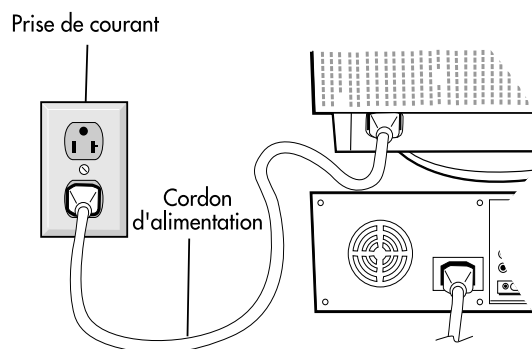

Figure C.1
5. Connecter une extrémité du cordon d'alimentation au moniteur DiamondPoint et l'autre extrémité à la prise de courant (**Figure C.1**).